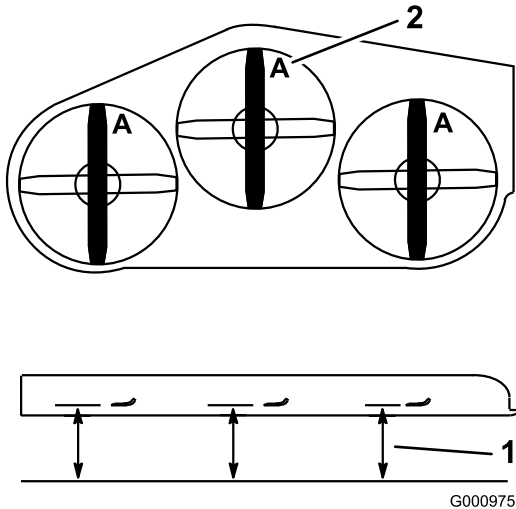

Bild 77
3. Drehen Sie die Schnittmesser, bis die Enden nach vorne und hinten gerichtet sind (Bild 77). Messen Sie von einer ebenen Fläche bis zu den Schnittkante (Position A) der Messer (Bild 77). Notieren Sie diesen Wert.